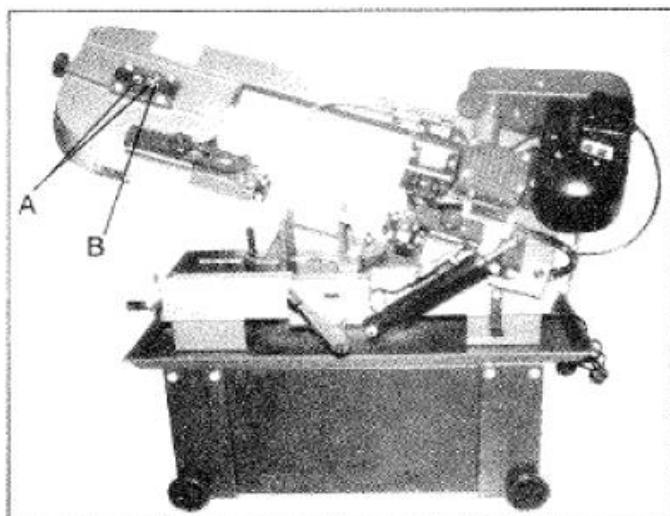

Рис. 13
5. Открыть винты (A на рис. 13).
6. Повернуть закрепительный винт (B), наблюдая путь движения полотна. Повернуть подающий винт по часовой стрелке, чтобы приблизить полотно к краю колеса. Повернуть его против часовой стрелки, чтобы отдалить полотно от края колеса.
7. После установки пути затянуть винты (A).